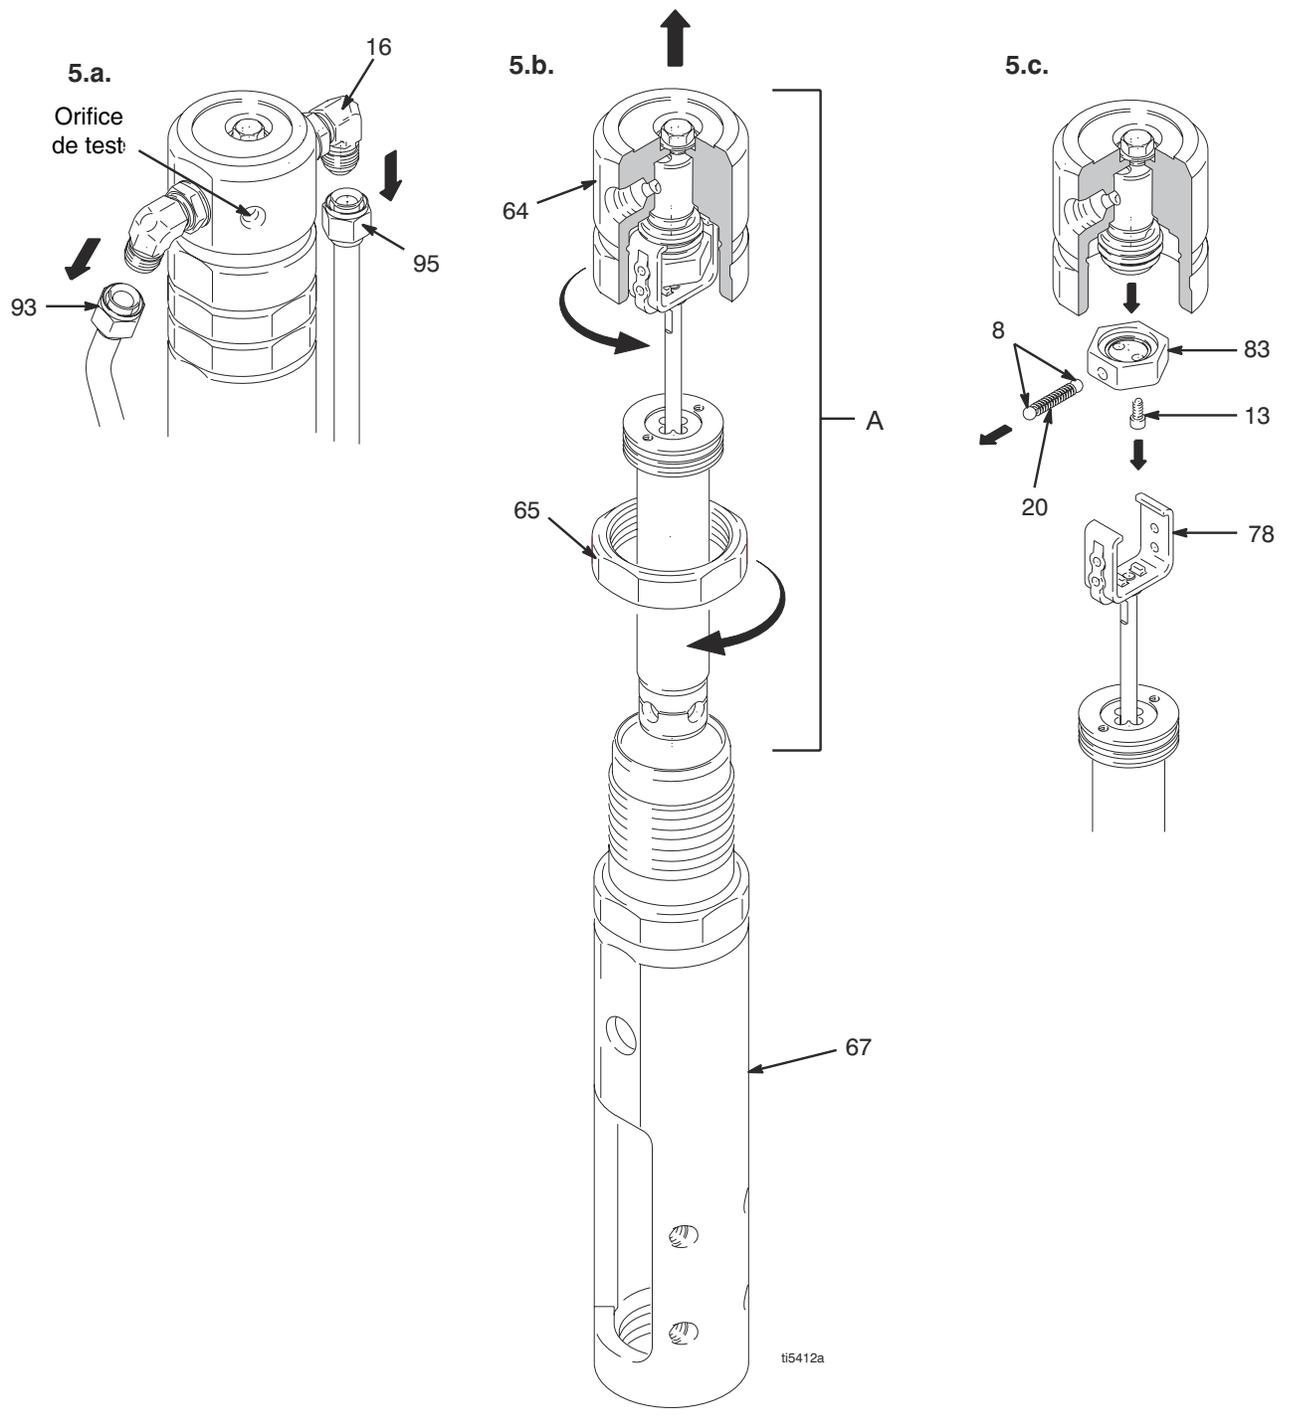

FIG. 5
2. Démontez la broche (92) et le clip (120) de la pompe, page 15.
3. Fig. 5. Déconnecter les tuyauteries hydrauliques (93, 95) des raccords (16) en haut à gauche et à droite du moteur hydraulique.
4. Desserrer l'écrou (65).
5. Dévisser et démonter le chapeau du moteur hydraulique (64).
6. Faire coulisser l'ensemble tige de piston/chapeau du moteur (A) hors du cylindre du moteur hydraulique.
7. Démontez la chape (78).
- a. Fig. 5. Serrer le chapeau du moteur dans un étau avec la tige de piston orientée vers le haut.
- b. À l'aide d'une clé Allen courte démonter les deux vis (13) du siège de ressort (83). Sortir la chape, le siège de ressort, l'ensemble tige de piston et de commande du chapeau du moteur hydraulique.
1. Fig. 5. Placer le chapeau du moteur hydraulique (64) dans un étau.
2. Monter la chape, le siège de ressort, l'ensemble tige de piston et de commande sur le chapeau du moteur hydraulique. À l'aide d'une clé Allen courte, visser les deux vis (13) sur le siège de ressort pour fixer la tige de piston sur le chapeau du moteur hydraulique.
3. Faire coulisser la tige de piston (A) à l'intérieur du cylindre du moteur hydraulique (67).
4. Visser le chapeau du moteur hydraulique (64). Dévisser le chapeau jusqu'à ce que l'entrée et la sortie soient en face des raccords de la tuyauterie hydraulique et que l'orifice de test du chapeau soit tourné vers le carter de courroie (117).
5. Serrer l'écrou (65) sur le chapeau du moteur hydraulique (64) à 150 ft-lb (17 N·m).
6. Fig. 5. Brancher les tuyauteries hydrauliques (93, 95) sur les raccords (16) en haut à gauche et à droite du moteur; serrer à 40 ft-lb (54,2 N·m).
7. Tirer lentement sur le cordon de démarrage pour aligner les orifices de la broche du moteur hydraulique et du bas de pompe (111). Brancher sur la broche (92); mettre le circlip (120), page 15.